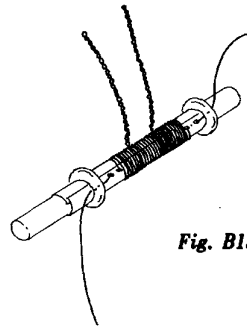

Fig. B15
13. Draai vervolgens de draad om het kokertje, netjes winding naast winding en steeds in dezelfde richting. Na 48 windingen steek je de draad door de twee andere gaatjes in het isolatiepapier, waarna het uiteinde weer onder de rubbertule wordt doorgehaald (figuur B15).